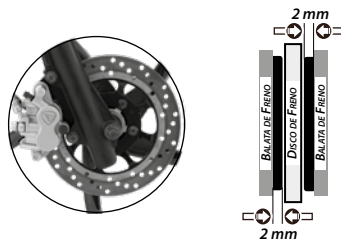

Imagen 20. Desgaste de freno delantero.
2. Revisar el nivel de desgaste de las balatas del freno delantero (ver imagen 20).